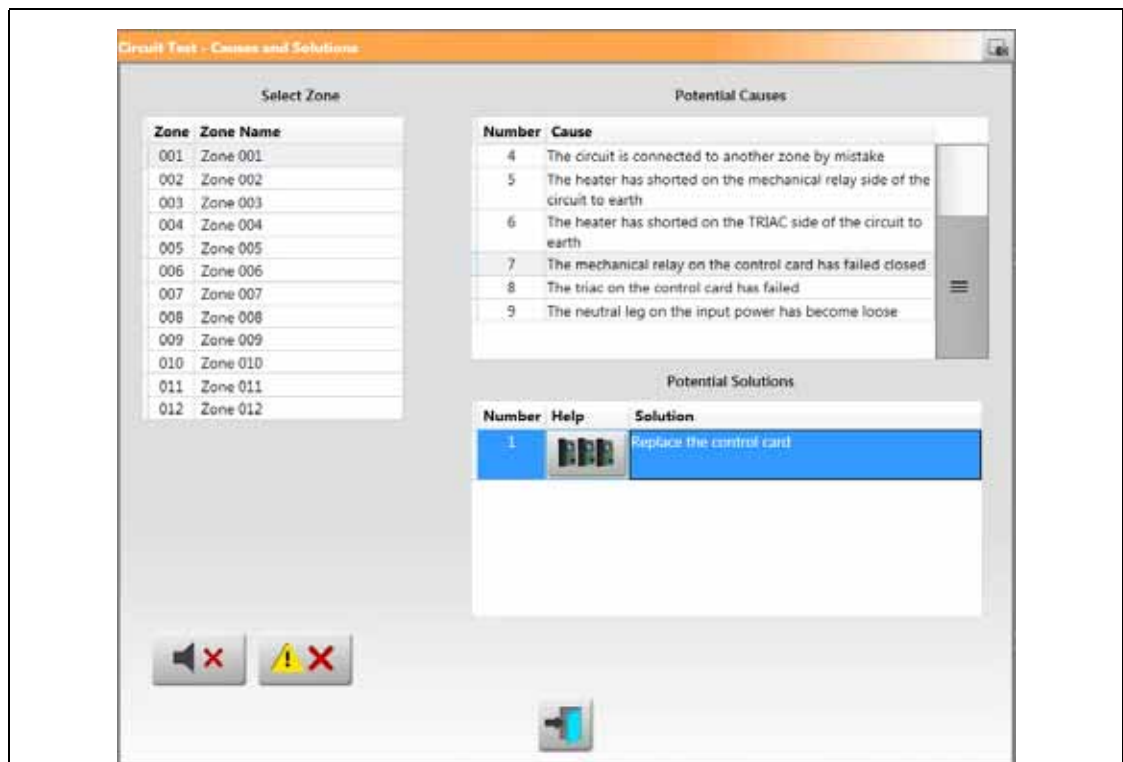

Figura 15-46 Finestra delle cause e delle soluzioni - Guasto della scheda di controllo
- **Vai a Layout scheda:** Premere questo pulsante per visualizzare la schermata Layout scheda. I pannelli posteriori e la scheda di controllo associati alla zona del problema saranno evidenziati in rosso, nello stesso modo in cui si visualizzano gli errori nella schermata Cronologia eventi. Il pulsante Vai a Layout scheda viene mostrato nella Figura 15-46. Per maggiori informazioni sulla schermata Layout scheda, consultare la Sezione 15.2.
I guasti relativi alla scheda Intelligent Control Card (ICC) mostreranno il pulsante Vai a Layout scheda nella colonna Guida del campo Soluzioni potenziali. Consultare la Figura 15-46. Premere questo pulsante per visualizzare la schermata Layout scheda, che aiuterà a trovare l'ICC che ha causato il guasto. Per maggiori informazioni sulla schermata Layout scheda, consultare la Sezione 15.2.